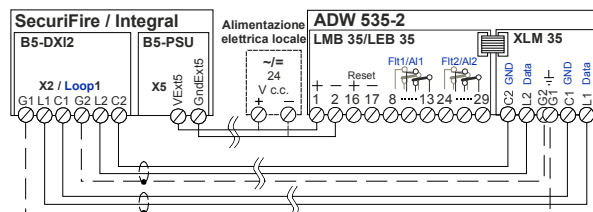

Fig. 28 Allacciamento dall'XLM 35
- L'allacciamento o la disposizione dei cavi tra **XLM 35** e la CI SecuriFire o Integral devono rispettare quanto indicato nella **Fig. 28** (L1 su L1, C1 su C1, ecc.).